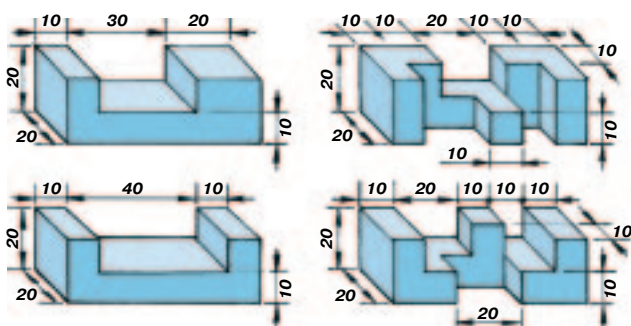

Рис. 1. Брусочки
**П**редлагаем нашим читателям две разработки Владимира Николаевича Рыбинского. В собранном виде это симметричные объемные фигуры, составленные из элементов сложной конфигурации, сделанных из дерева. Узел первый состоит из 8 брусочков, которые вы можете изготовить по чертежам (см. рис. 1). Собранный узел показан на рисунке 2.